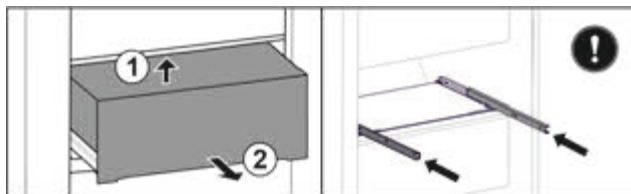

Fig. 133
- ▶ Підняти висувний ящик знизу назад. Fig. 133 (1)
- ▶ Вийняти висувний ящик рухом вперед. Fig. 133 (2)